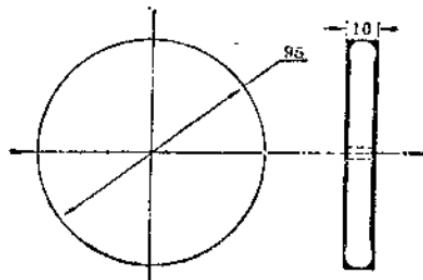

图 10
- ii. 后轮: 用  $10 \times 95 \times 95$  [毫米]3 木板二块, 按木板大小作圆锯下, 圆心处同样钻一小孔备用。后轮边缘和前轮边缘一样, 用刻刀刻成图 10 形状。